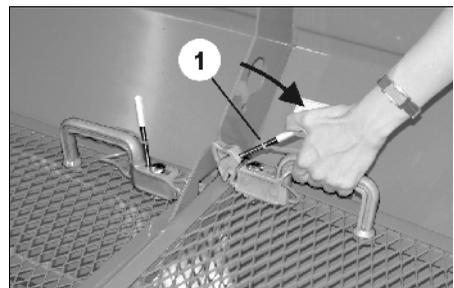

Fig. 12
- (Fig. 12/1) Entriegel-Position zum Hochschwenken des Schutzgitters
2. An Handgriff anfassen und Entriegelungs-Werkzeug zum Handgriff drehen (Fig. 12).